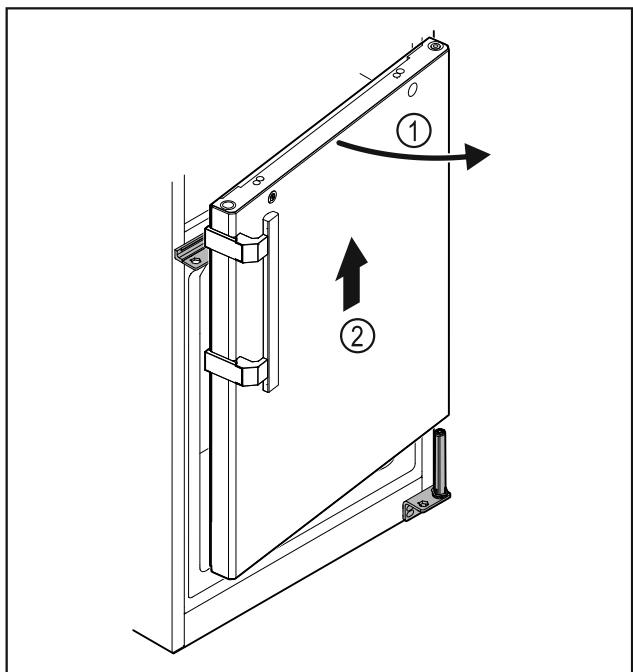

Fig. 33
- Отворете леко вратата Fig. 33 (1), повдигнете приблизително 200 mm право нагоре и я свалете Fig. 33 (2).